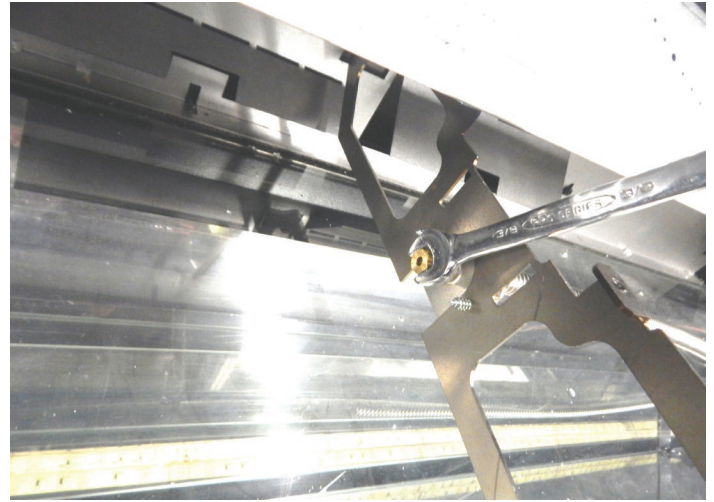

Figure 6
12. À l'aide d'une clé de 3/8 po, retirer l'orifice de 2,15 mm du porte-orifice et le jeter. **Voir Figure 6.**
13. Poser le nouvel orifice #26 dans le porte-orifice. Ne pas trop serrer. **Voir Figure 6.**